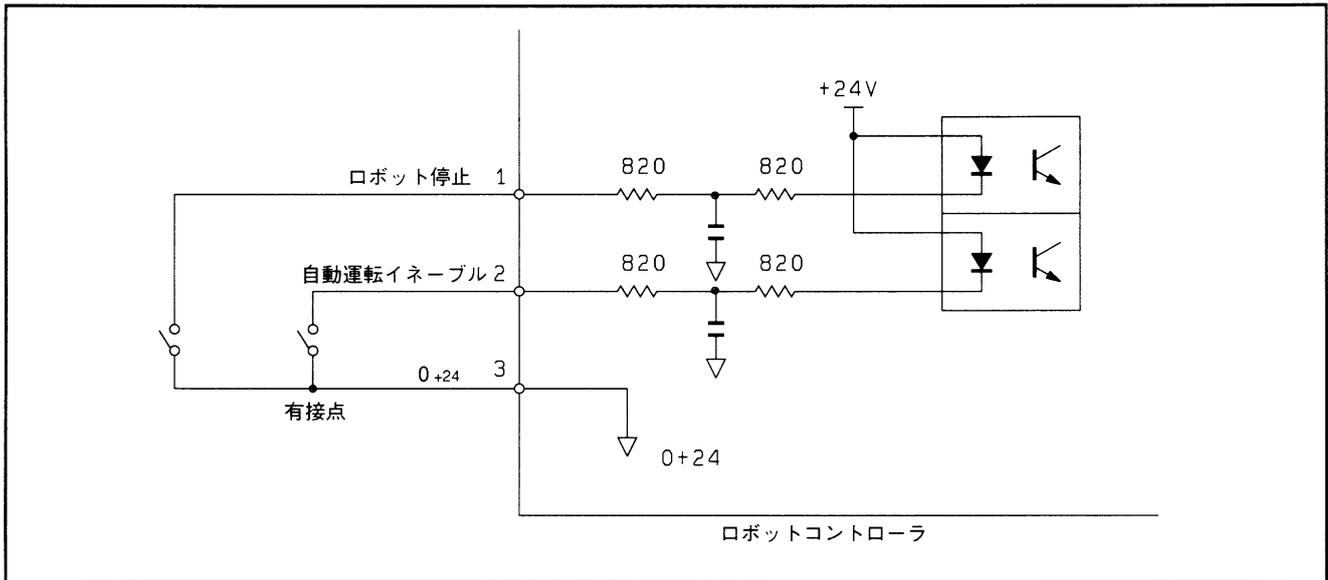
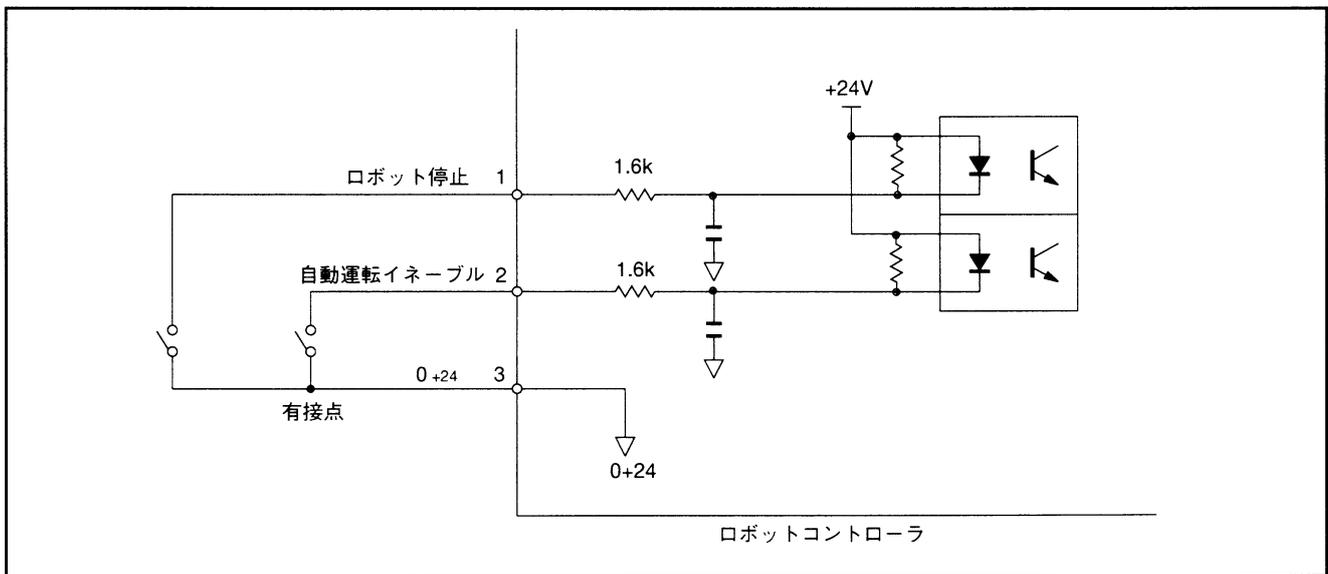

図5-47 入力回路（ロボット停止、自動イネーブル）・・・タイプAコントローラ（P6-15参照）
図5-47-1 入力回路（ロボット停止、自動イネーブル）・・・タイプBコントローラ（P6-15参照）
- ⑦ 「ロボット停止」と「自動運転イネーブル」の信号については、必ず有接点のハード回路で構成してください。
- ⑧ これらの信号だけは、他の入力回路と異なり、図5-47と図5-47-1のような回路構成で、電源はロボットコントローラからのものを使用します。